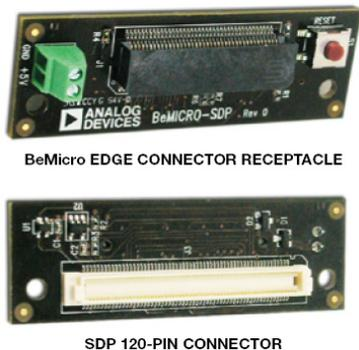

图 5. BeMicro SDK/SDP 转接板
**BeMicro SDK/SDP 转接板**（如图 5 所示）允许用户将子板与 BeMicro SDK 评估板上的 Altera Cyclone IV FPGA 相连。BeMicro SDK/SDP 转接板提供标准 120 引脚连接器，可连接 ADI 评估板；同时，BeMicro 边缘连接器插座与 BeMicro SDK 相连。来自 SDP 连接器的信号路由至边缘连接器插座。BeMicro SDK/SDP 转接板可前往 [www.arrow.com](http://www.arrow.com) 购买，价格为 50 美元/片（部件名称：ADI 转接板）。如需获得原理图及其他信息，请访问：[www.analog.com/bemicroSDP](http://www.analog.com/bemicroSDP)。